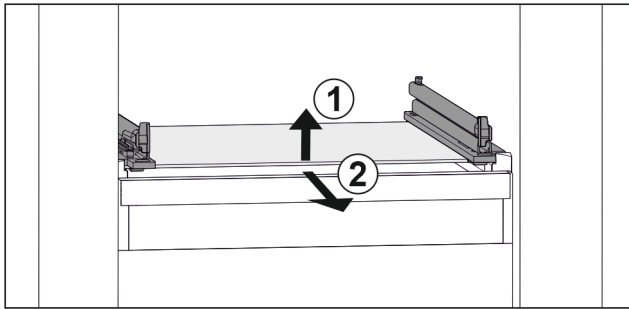

Fig. 133 Beispielhafte Darstellung der Glasplatte
- ▶ Glasplatte vorne anheben. Fig. 133 (1)
- ▶ Glasplatte nach vorne entnehmen. Fig. 133 (2)